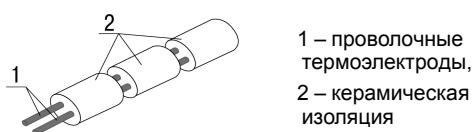

Рисунок 4.2 – Конструкция проволочного ЧЭ
- проволочные ЧЭ (образованы двумя проволочными термоэлектродами диаметром 0,5–3,2 мм, которые находятся в керамических бусах или оплётке из кремнеземной нити), см. рисунок 4.2;